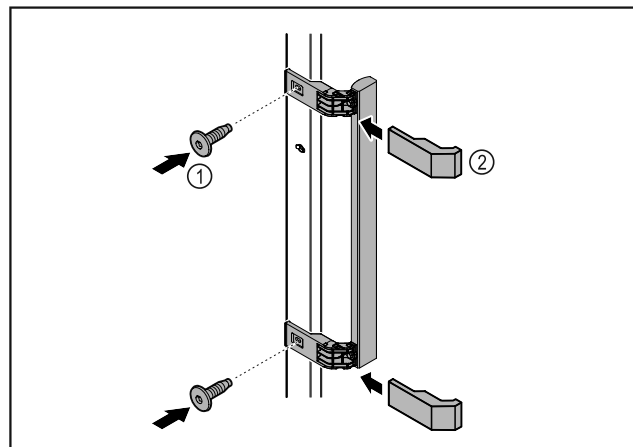

Fig. 6
- Skru håndtaget i tilbehørspakken fast på døren med de medfølgende skruer Fig. 6 (1).
- Sæt afdækningen Fig. 6 (2) på.